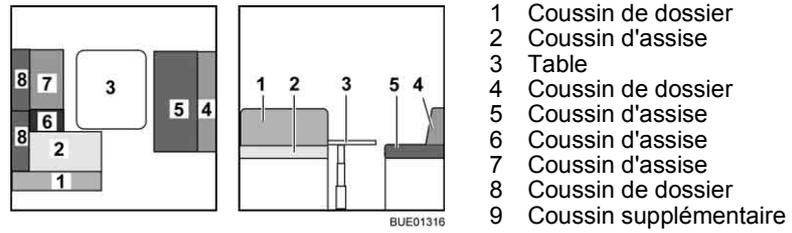

Fig. 136 Avant la transformation
- Convertir la table (Fig. 136,3) en sommier de lit (voir paragraphe 6.10).
- Retirer les coussins de dossier (Fig. 136,1, 4 et 8) et les placer de côté.